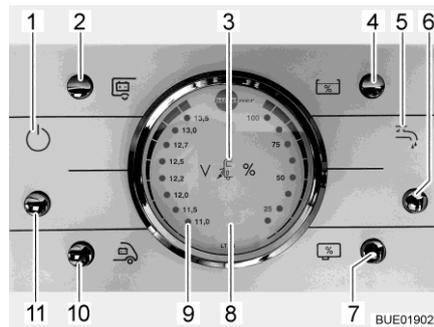

Fig. 191 Pannello di controllo LT 96
Il tasto (Fig. 191,11) inserisce o disinserisce il pannello di controllo e l'alimentazione a 12 V del vano abitabile.
- Accensione:** ■ Premere il tasto (Fig. 191,11): L'alimentazione a 12 V dell'abitacolo è inserita. La spia di controllo (Fig. 191,1) si accende.
- Spegnimento:** ■ Premere il tasto (Fig. 191,11): L'alimentazione a 12 V dell'abitacolo è disinserita. La spia di controllo (Fig. 191,1) si spegne.
Per l'indicatore volt/serbatoio (Fig. 191,8) leggere la scala sinistra. L'indicatore si illumina automaticamente appena viene premuto un tasto.
- Premere il tasto (Fig. 191,10): Viene indicata la tensione della batteria di avviamento.
- Premere il tasto (Fig. 191,2): Viene indicata la tensione della batteria dell'abitacolo.
Per l'indicatore volt/serbatoio (Fig. 191,8) leggere la scala destra. L'indicatore si illumina automaticamente appena viene premuto un tasto.
- Premere il tasto (Fig. 191,4): Viene indicato il livello del serbatoio dell'acqua.
- Premere il tasto (Fig. 191,7): Viene indicato il livello del serbatoio delle acque grigie.
- Premere il tasto (Fig. 191,6): L'alimentazione idrica è accesa. La spia di controllo della pompa dell'acqua (Fig. 191,5) si accende.
- Premere il tasto (Fig. 191,6): L'alimentazione idrica è spenta. La spia di controllo della pompa dell'acqua (Fig. 191,5) si spegne.
La spia luminosa rossa "ALARM" (Fig. 191,9) inizia a lampeggiare non appena la tensione della batteria dell'abitacolo scende al di sotto di 11 V (misurazione durante il normale esercizio) con conseguente rischio che la batteria si scarichi troppo.
La spia di controllo a 12 V (Fig. 191,1) si accende non appena viene inserito il tasto principale dei 12 V (Fig. 191,11).
La spia di controllo a 230 V (Fig. 191,3) si accende quando all'ingresso della centralina elettrica è presente una tensione di rete.